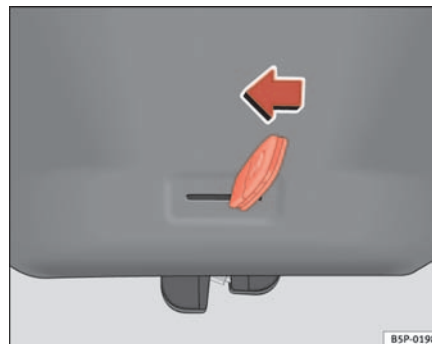

Abb. 68 Heckklappe:
- Stecken Sie den Schlüsselbart in den Schlitz und entriegeln die das Verriegelungssystem, indem Sie den Schlüssel von rechts nach links in Richtung Pfeil ziehen ⇒ Abb. 68. ■